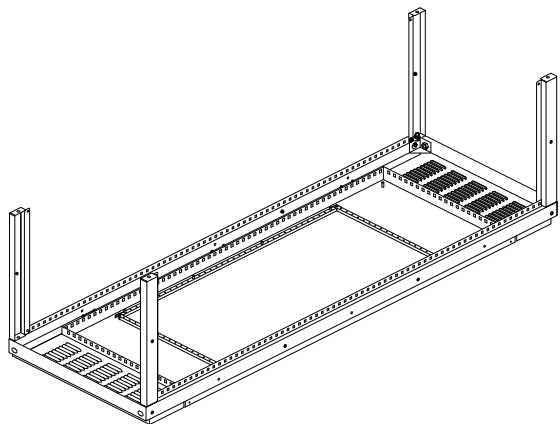

Рисунок 2
1.3 Повторите действия 1.2 для остальных стяжек (рисунок 2).